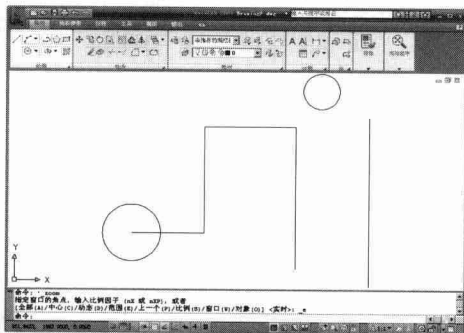

图1-8 全部显示图形
10. 单击【功能区】中【实用程序】面板上的  按钮, 图形又全部显示在窗口中, 如图 1-8 所示。